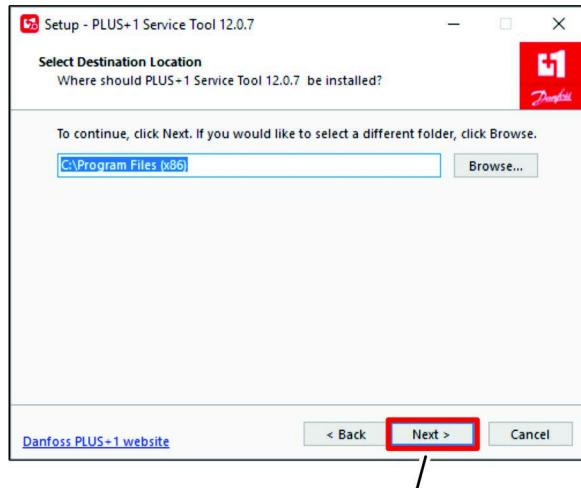

図 23
5. 宛先の場所の選択ダイアログボックスで、次へボタン(図 23)をクリックする。